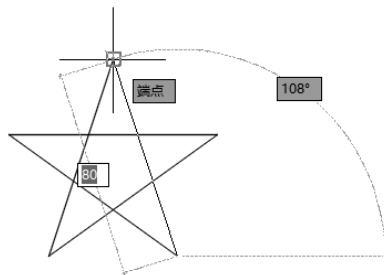

图 2-9 完成绘制
(6) 拖动鼠标, 直接捕捉 P1 点, 如图 2-9 所示, 也可以输入长度为 80, 按 Tab 键切换到角度输入框, 输入角度为 108° , 完成绘制。